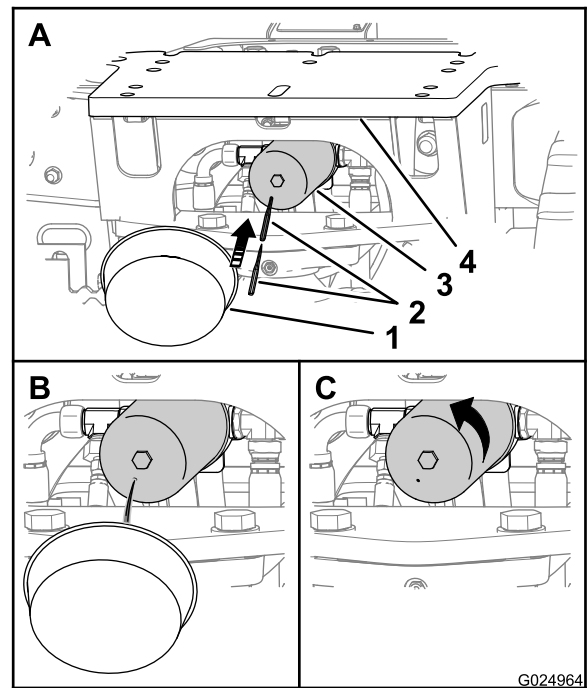

Рисунок 112
Примечание: Доступ к фильтру линии возврата гидросистемы осуществляется под задней пластиной крепления машины (Рисунок 112).
1. Подставьте емкость под фильтр линии возврата гидросистемы (Рисунок 112).
2. Проколите отверстие в нижней части фильтра линии возврата гидросистемы и дайте остаткам гидравлической жидкости стечь в емкость (Рисунок 112).
3. Поверните фильтр линии возврата гидросистемы против часовой стрелки и снимите его (Рисунок 112).